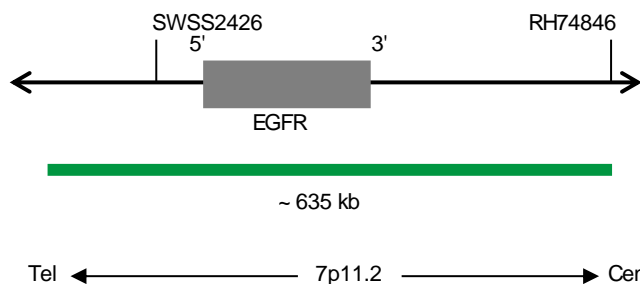

Abb. 1: SPEC EGFR Sondenlokalisierung (nicht maßstabsgetreu)
- ZyGreen (Anregung 503 nm/Emission 528 nm) markierten Polynukleotiden (~10 ng/ μ l), die gegen Sequenzen in 7p11.2* (chr7:54,912,555-55,548,375) gerichtet sind, welche die EGFR-Genregion enthalten (siehe Abb. 1).